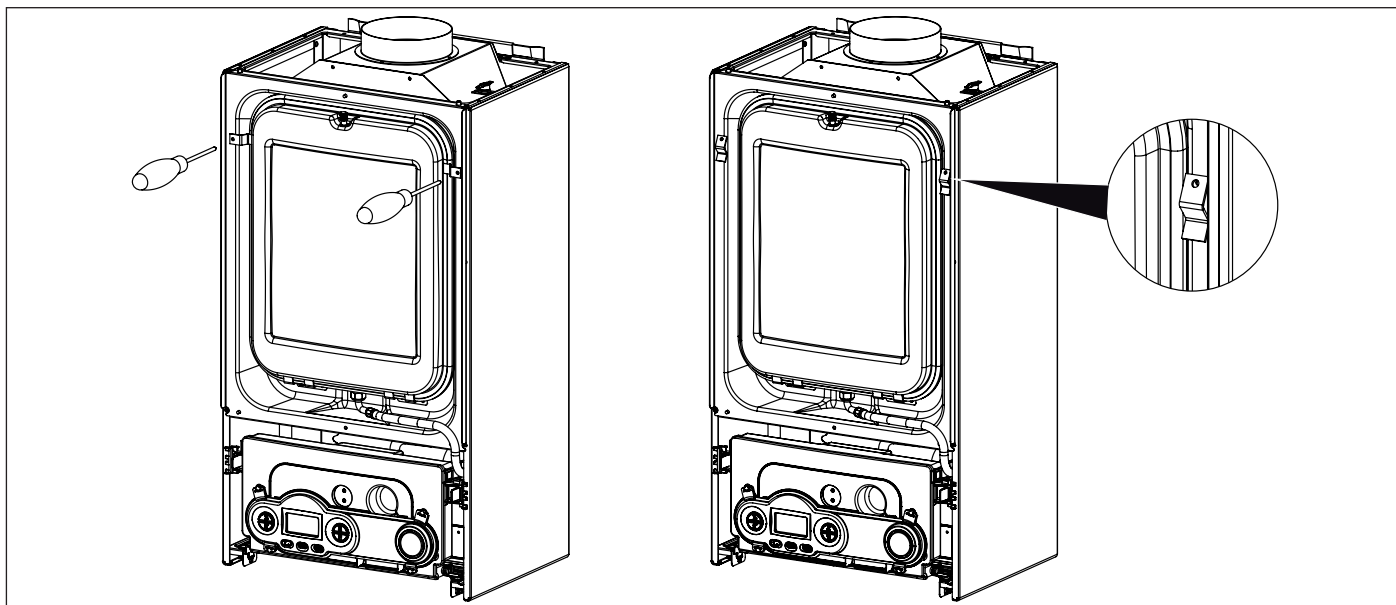
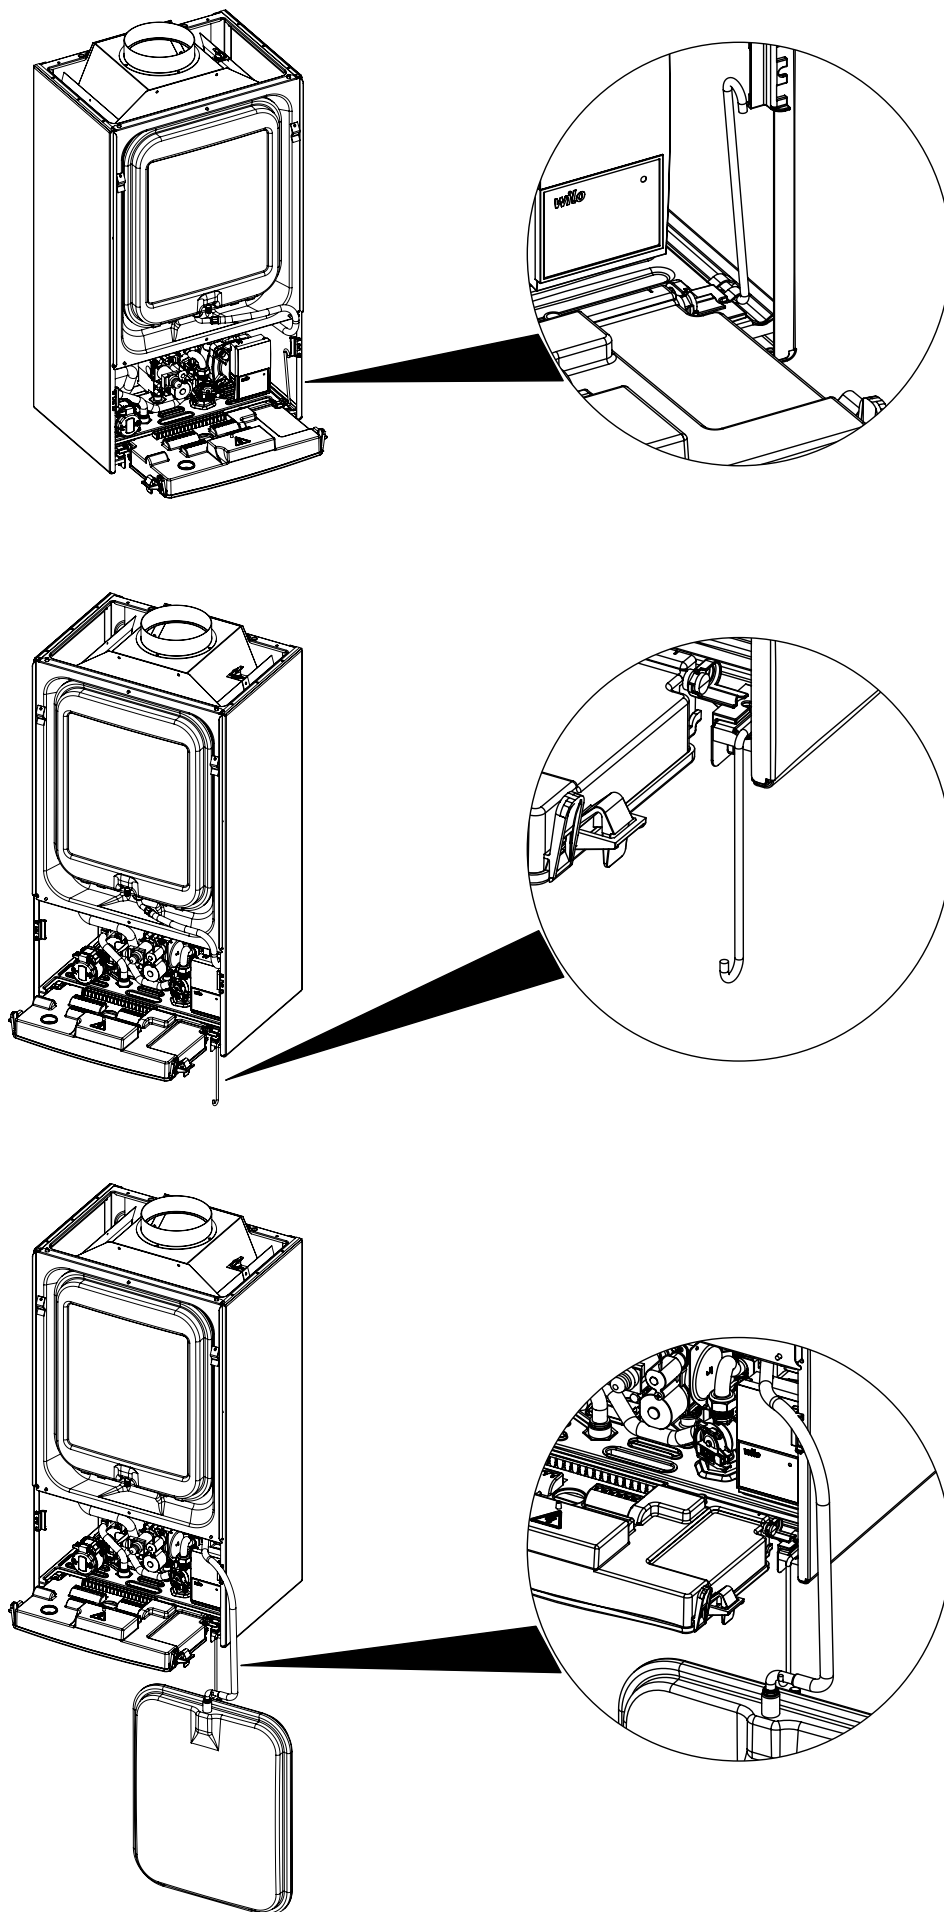

Fig. 18 Démontage brides blocage vase d'expansion
Fig. 19 Bride porte vase d'expansion
- Enlever le panneau frontal de la chambre de combustion en déplaçant le vase d'expansion (voir Fig. 18 Démontage brides blocage vase d'expansion et Fig. 19 Bride porte vase d'expansion).